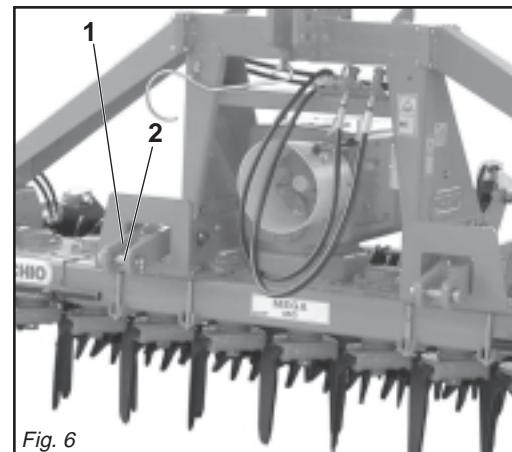

Fig. 6
L'applicazione della macchina al trattore deve avvenire in piano. Tutte le macchine sono applicabili a qualsiasi trattore munito di attacco universale a tre punti. Poiché le barre del sollevatore di ciascun trattore hanno una loro lunghezza ed un foro con un ben determinato diametro, è necessario per ogni modello determinare la posizione più favorevole della macchina spostando le bielle (1 Fig. 6) nella posizione ottimale e inserendo i perni (2 Fig. 6) nei fori più indicati a seconda della necessità e del giusto diametro.
*Work on a flat surface when fitting the machine to the tractor. All machines can be fitted to any tractor with a universal 3-point coupling. Since the lift links of each tractor have their own length and a hole with a certain diameter, it will be necessary to establish the most favourable position for the machines on each model. This is done by shifting the connecting rod (1 Fig. 6) to the best position and inserting the pins (2 Fig. 6) into the most suitable holes, according to requirements and the right diameter.*
Der Anbau des Maschinen am Schlepper muß auf ebenem Boden erfolgen. Alle Maschinen lassen sich an jedem Schlepper montieren, der mit einer universellen Dreipunkt-Kupplung versehen ist. Da die Hubstangen jedes Schleppers eine andere Länge und ein Loch mit einem bestimmten Durchmesser haben, ist es für jedes Modell erforderlich, die günstigste Anbauposition des Maschines festzulegen, indem man die Pleuel (1 Abb. 6) in die optimale position bewegt und die Bolzen (2 Abb. 6) in die Löcher steckt, die am besten zu den jeweiligen Größenverhältnissen passen.
Les barres du relevage de chaque tracteur ont une longueur et un trou d'un diamètre donné; pour chaque modèle, il faudra donc déterminer la position la plus favorable de la machine à monter, en déplaçant les bielles (1 Fig. 6) dans la position optimale et en mettant les axes (2 Fig. 6) dans les trous les plus appropriés suivant les nécessités et le diamètre.
El enganche de la máquina debe realizarse sobre una superficie plana. Todas la máquinas pueden ser aplicadas a cualquier tractor que posea el enganche universal de tres puntos. Visto que las barras del elevador de cada tractor poseen una longitud propia y un orificio de un diámetro particular, es necesario determinar para cada modelo la posición más favorable de la máquina, desplazando las biela (1 Fig. 6) en la posición óptimal e introduciendo los pernos (2 Fig. 6) en los orificios más indicados, según las necesidades y el diámetro correspondiente.
1 - Accostare le barre del sollevatore ponendole all'interno delle bielle (1 Fig. 6), inserire il perno (2 Fig. 6) nel foro predisposto e bloccare con le copiglie a scatto.
*1 - Near the lift bars, setting them in the most suitable connecting rod (1 Fig. 6). Insert the pin (2 Fig. 6) into the relative hole and lock in place with the snap-in split pins.*
*1 - Die Lenker des Krafthebers annähern und in die am besten geeigneten Pleuel schieben (1 Abb. 6). Den Bolzen (2 Abb. 6) in das Loch stecken und mit dem einrastenden Splint blockieren.*
*1 - Approchez les barres du relevage en les plaçant à l'intérieur des bielles les plus appropriées (1 Fig. 6), introduisez l'axe (2 Fig. 6) dans le trou correspondant et bloquez par les goupilles à encastrement.*
*1 - Acercar las barras del elevador poniéndolas dentro de las bielas más indicadas (1 Fig. 6), introducir el perno (2 Fig. 6) en el orificio y bloquear con los pasadores de resorte.*